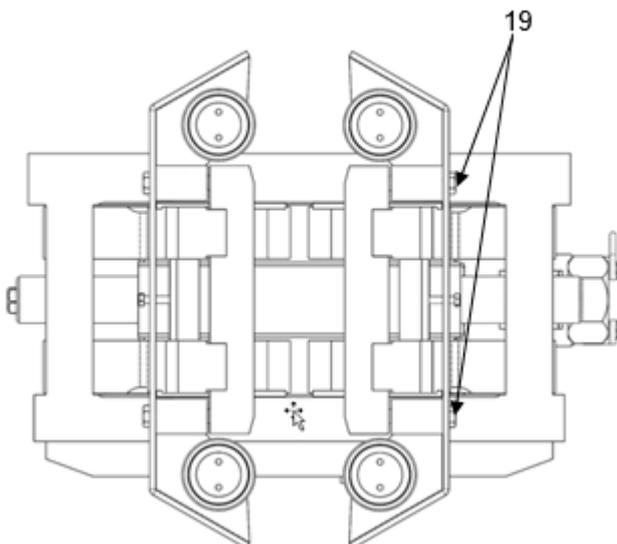
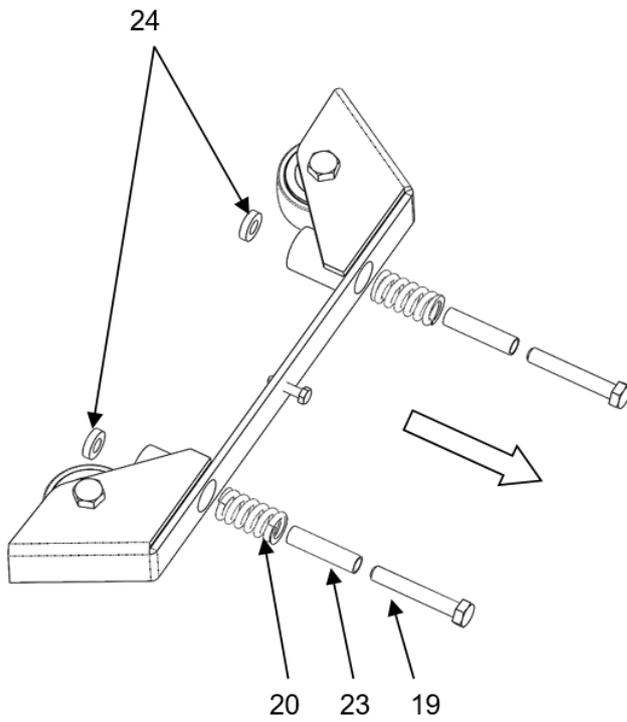

Bild 5.6
Bild 5.7
7. An jedem Rollensatz die 2 Schrauben **19**, sowie die 2 Rohre **23** und die Feder **20** ggfs. auch die Abstandsscheiben **24** bei Schienen A55 bzw. A120 zerlegen, siehe Bild 5.6 und Bild 5.7.
10. Jeder Rollensatz mit den 2 Schrauben **19**, sowie die 2 Hülsen **23** und die Feder **20** ggfs. auch die Abstandsscheiben **24** bei Schienen A55 bzw. A120 wieder zusammenbauen und einsetzen, siehe Bild 5.7